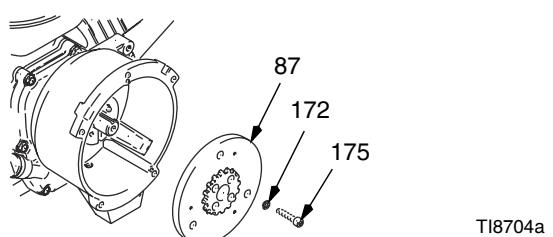

Рис. 7
- Рис. 7. Воспользуйтесь гайковертом или клином, установленным между якорем (87) и корпусом муфты сцепления, для удерживания вала двигателя, при демонтаже.
- Отверните четыре винта (175) с пружинными шайбами (172).
- Снимите якорь (87).
- Установите якорь (87) на приводной вал двигателя.
- Рис. 7. Установите четыре винта (175) с шайбами (172), с усилием 14 Н·м.